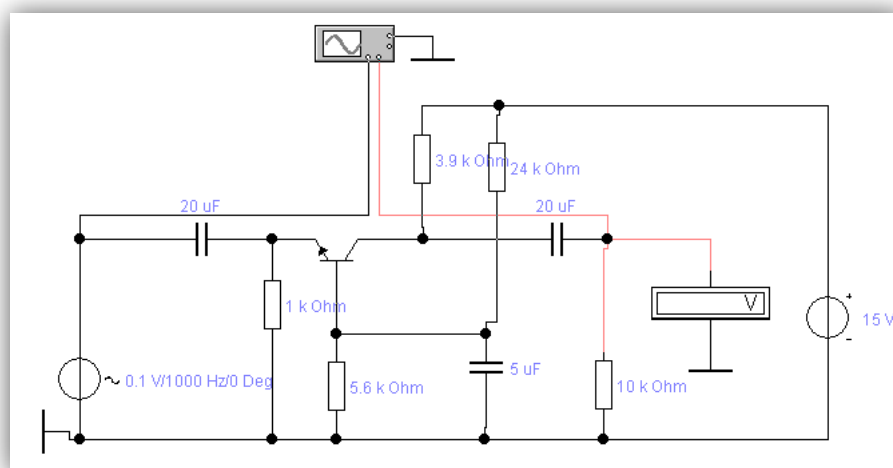

Рисунок 12 – Схема усилительного каскада с общей базой
2. Снимите амплитудную характеристику усилительного каскада с общей базой (рисунок 12) и заполните таблицу 12.